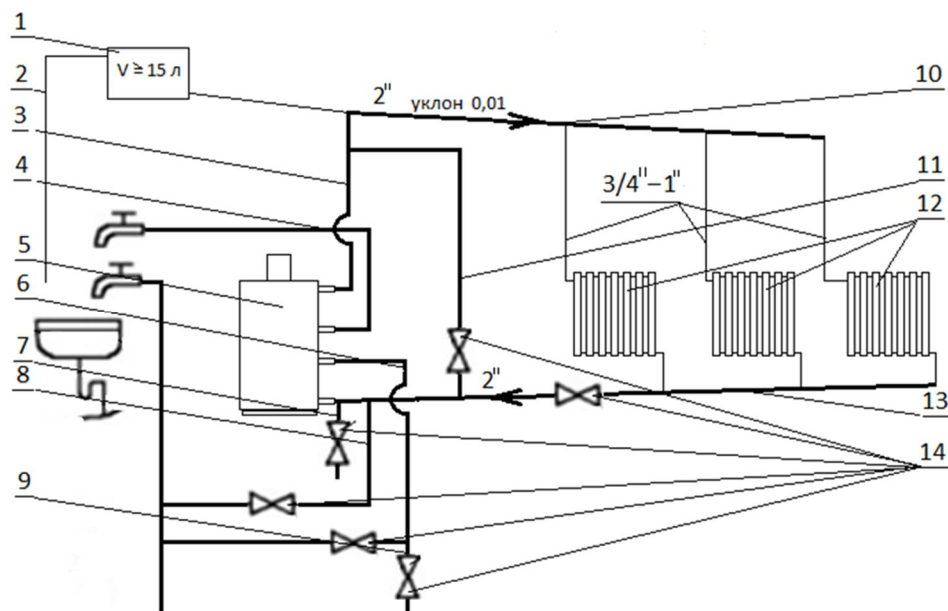

Рис.5. Схема системы отопления и горячего водоснабжения.
- 8.3. При выключении котла в зимнее время на продолжительный срок, при угрозе заморозки системы отопления и котла, полностью слейте воду. Для этого откройте вентили 14 Рис.5.